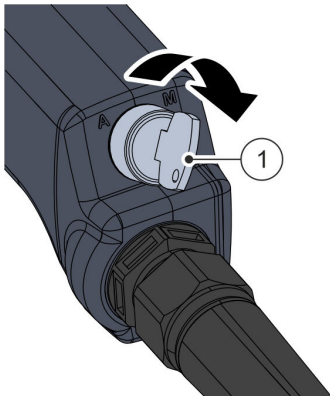

Abb. 68 Betriebsart Manuell einschalten
01. Betriebsartenwahlschalter Abb. 68/① am Handcontroller in die Position "M" drehen.